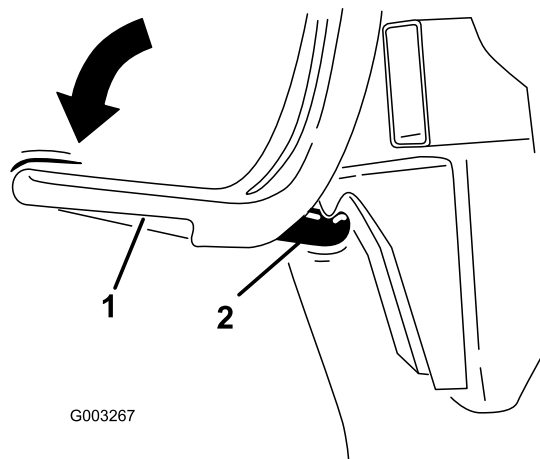

Figura 13
8. Coloque el cierre del ensacador debajo del enganche (Figura 13).
9. Presione hacia abajo sobre el cierre hasta que quede enganchado (Figura 13).